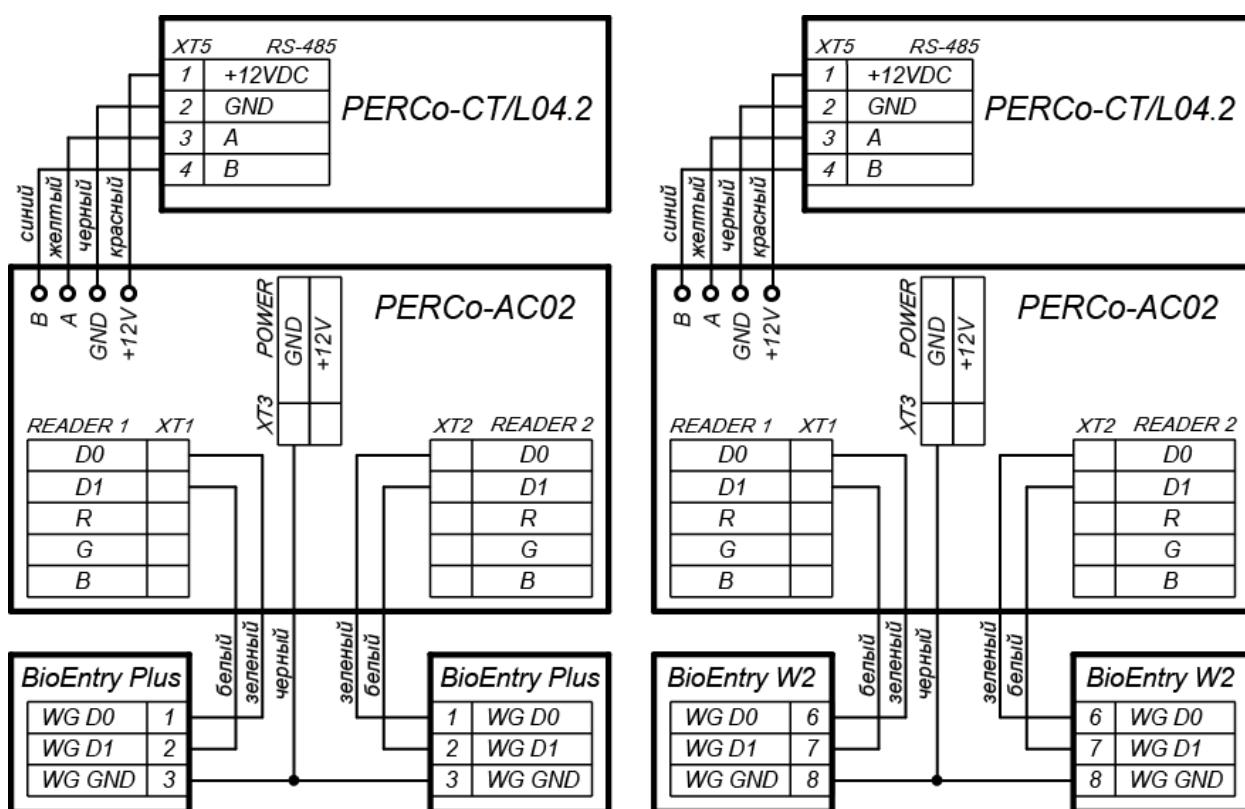

Рисунок 22. Схемы подключения контроллеров *Suprema* к контроллеру **PERCo-CT/L04.2** через конвертер интерфейса **PERCo-AC02**
2. В качестве считывателя отпечатков пальца при управлении одним из направлений двухстороннего замка (турникета). В этом случае поддерживается контроль зональности, ИУ управляет выходами контроллера **PERCo-CT/L04.2**. Контроллер *Suprema* подключается к контроллеру **PERCo-CT/L04.2** по интерфейсу *Wiegand* через конвертер интерфейса **PERCo-AC02** (схемы подключения - см. рис. 22).